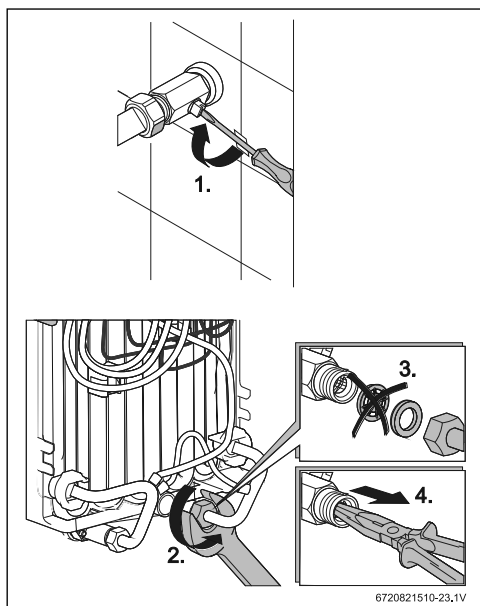

Fig. 23
▶ Limpar o crivo na torneira de esquadria (Fig. 23, [4]).	Técnico especializado